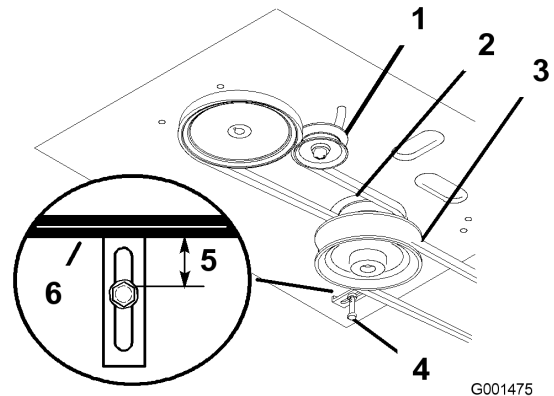

Figura 31
4. Retire la correa del cortacésped (Figura 31).
5. Afloje el perno de pivote lo suficiente para poder desplazar la polea tensora dentro de la ranura, y retire la correa de tracción de las poleas del motor y de la transmisión (Figura 31).
6. Instale la correa nueva alrededor de las poleas del motor y de la transmisión (Figura 31).
7. Desplace la polea tensora respecto al bastidor del motor para tensar la correa de tracción (Figura 31).
8. Instale la correa del cortacésped (Figura 31).
9. Compruebe que la guía de la correa, situada debajo del bastidor del motor, está ajustada correctamente (Figura 31).
13. Compruebe que la guía de la correa, situada debajo del bastidor del motor, está ajustada correctamente (Figura 31).